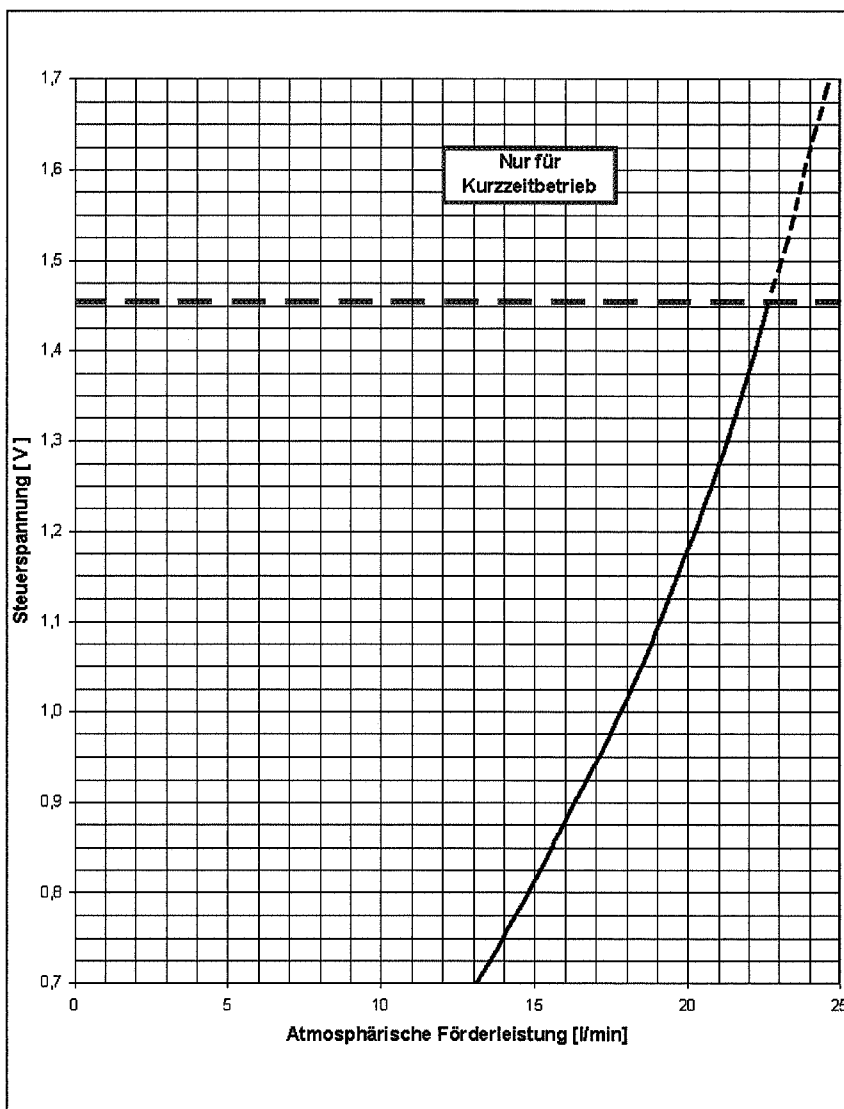

Abb. 5:
- Abb. 5 zeigt die atmosphärische Förderleistung der Pumpe in Abhängigkeit von der anliegenden Steuerspannung.
- Um einen Rundlauf der Pumpe sicherzustellen, sind Steuerspannungen < 0,7 V nicht zulässig (Abb. 5).
- Steuerspannungen im Bereich von 1,45 V und 1,68 V sind nur für kurze Zeit zulässig (Abb. 5), da die starke Belastung der mecha-